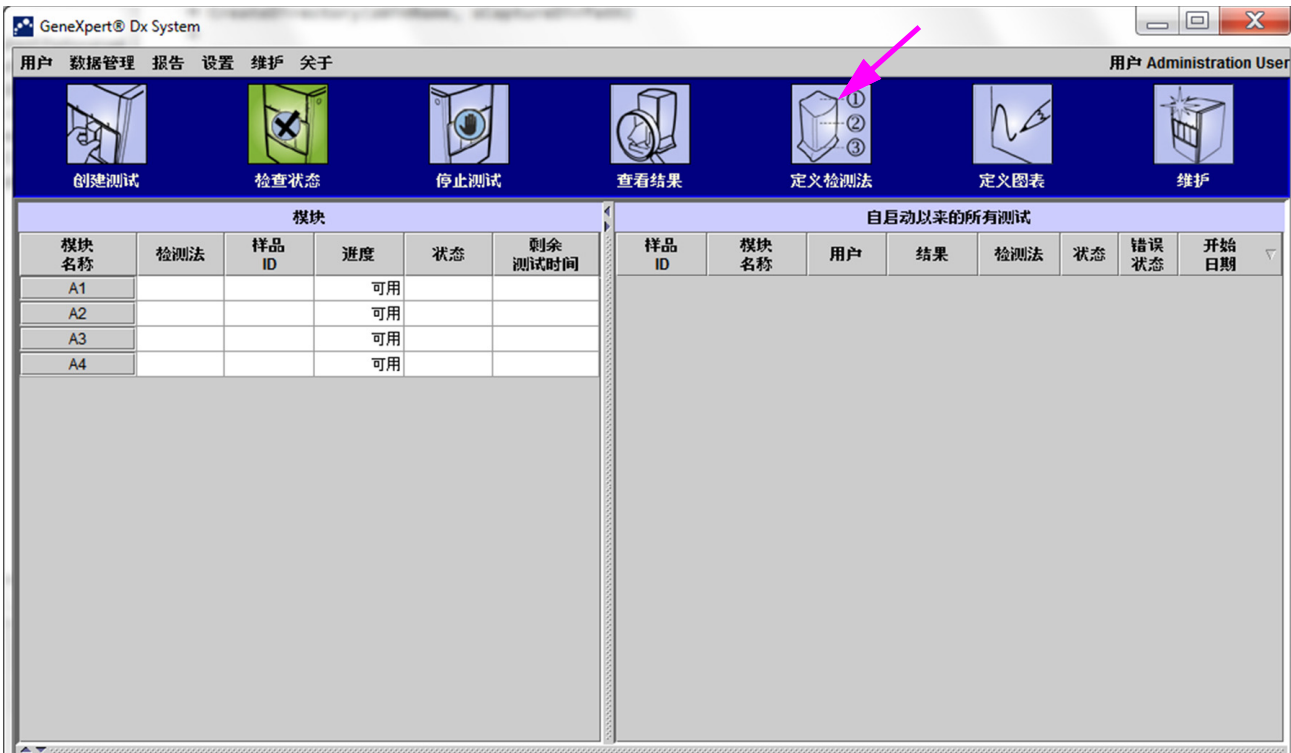

图 5-27. GeneXpert Dx 系统窗口
1. 单击 GeneXpert Dx 系统窗口上的**定义检测法**（参见图 5-27）。